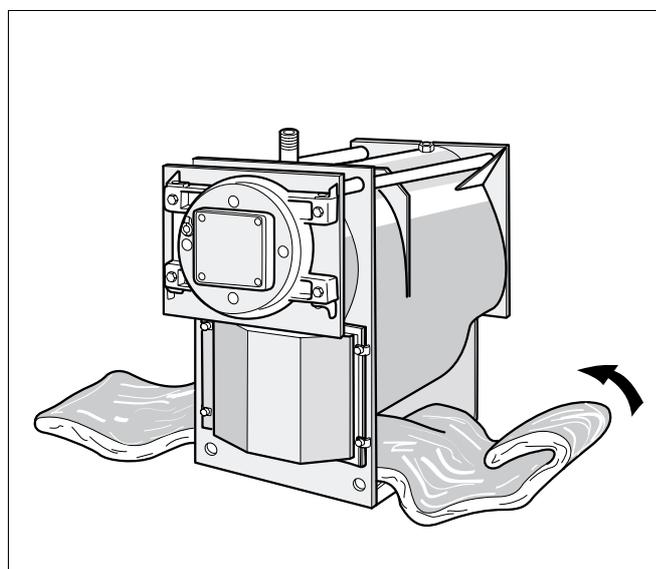

Fig. 4 Spingere il materassino termoisolante sotto la caldaia
Prestate attenzione, che il materassino termoisolante sia disposto con il tessuto tessile all'esterno ed i ritagli sul dietro (fig. 4).
- Spingere il materassino termoisolante sotto la caldaia (fig.4).